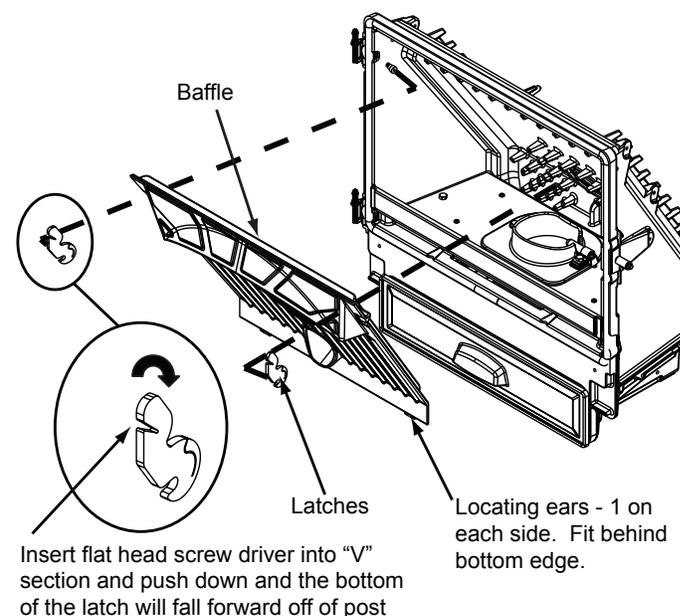

Figure 32.2
- Enlevez le déflecteur en introduisant un tournevis plat dans la fente des attaches des angles supérieurs et poussez vers le bas. La partie inférieure de l'attache s'avance et se détache du montant. Soulevez le déflecteur, puis amenez-le vers vous. **Figure 32.2.**